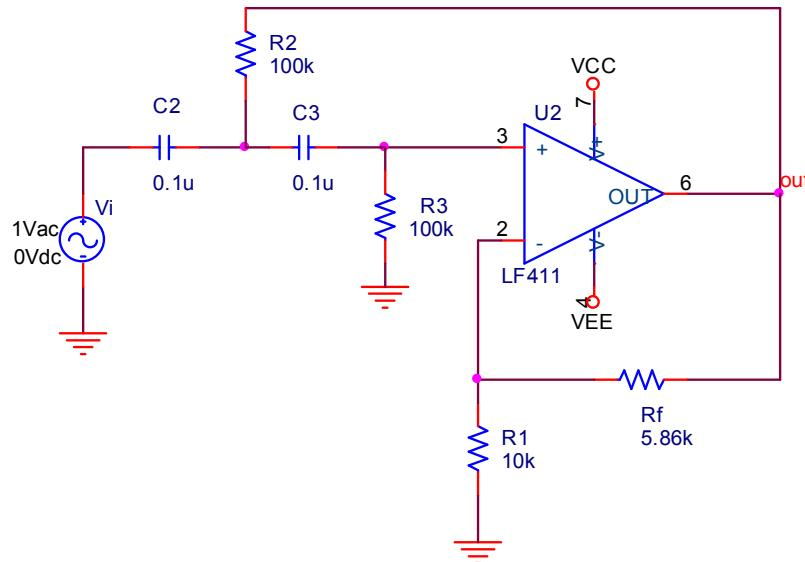

图 8.2.3 二阶有源高通滤波器
8.2.3 二阶有源高通滤波器如图 8.2.3。求截止角频率和通带电压增益，并画出其波特图。(erjieyouyuangao tong)